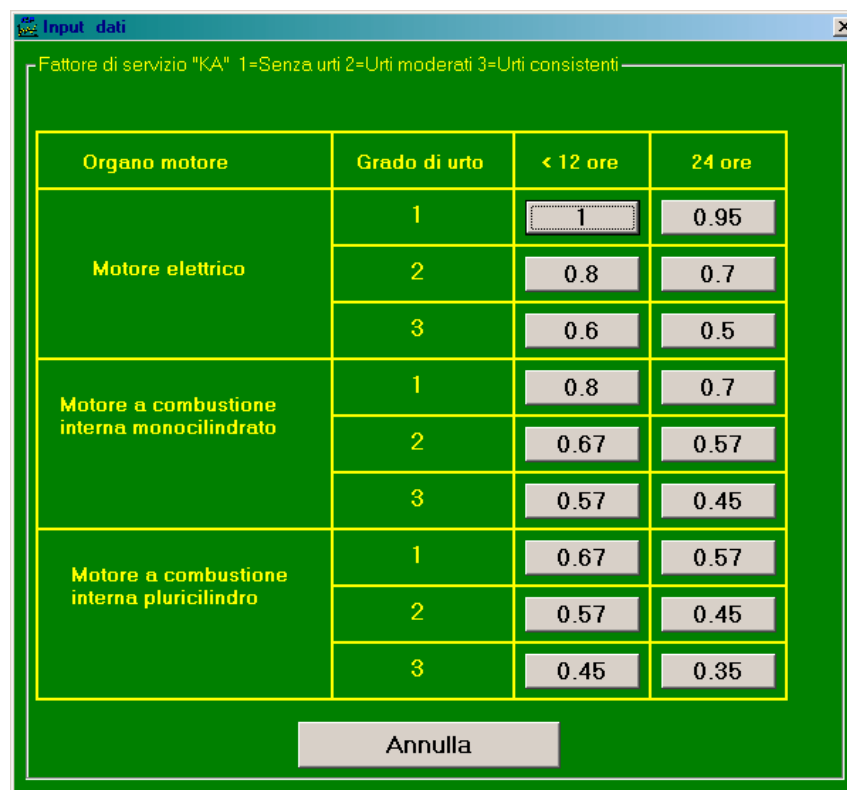

fig.6
■ Finestra di introduzione dati Fattore di servizio (fig.6)